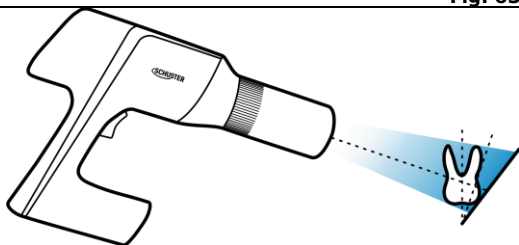

Fig. 64
c. Colocar a luva descartável no sensor e então colocar o sensor na boca do paciente em paralelo ao longo do eixo dos dentes, de modo que a superfície efetiva do sensor fique próxima aos dentes e em direção à fonte de raios X, onde o próprio paciente pode manter o sensor posicionado (Fig. 65) ou pode ser utilizando em conjunto com posicionadores intraorais radiográficos (Fig. 64) específicos para o uso com sensores intraorais odontológicos e fabricados em conformidade com a ISO 10993-1;
b. Na técnica da bisettriz, o feixe de raios X deve ser perpendicular à bisettriz formada pelo plano do eixo do dente e a superfície de captura do Sensor. O ponto focal do gerador de raios X deve ser posicionado a uma distância de, aproximadamente, 20cm do sensor (Fig. 64).